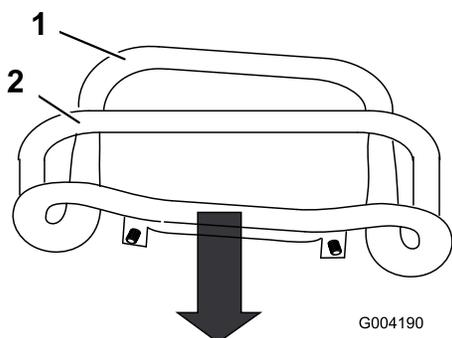

図 48
3. 走行コントロールを手前一杯に引いてコントロールの前部を基準バーに接触させる 図 48。